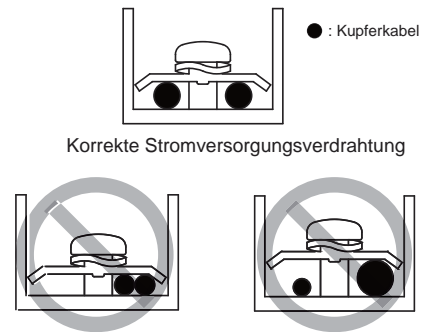

Abbildung 9.2
- Schließen Sie nicht zwei Netzkabel mit unterschiedlichen Durchmessern an dieselbe Stromversorgungsklemme an (kann aufgrund eines lockeren Anschlusses zu einer Überhitzung der Kabel führen) (siehe Abbildung 9.2).